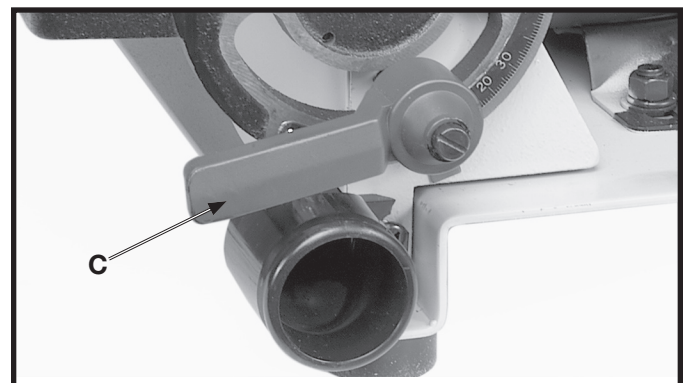

Fig. 16
6. La Fig. 16. ilustra la agarradera de cierre (C) plenamente ensamblada. **AVISO:** La agarradera de cierre (C) está accionada por resorte y puede ser colocada en distintas maneras tomando la agarradera y colocándola sobre el gorrón dentado localizado debajo de la agarradera.